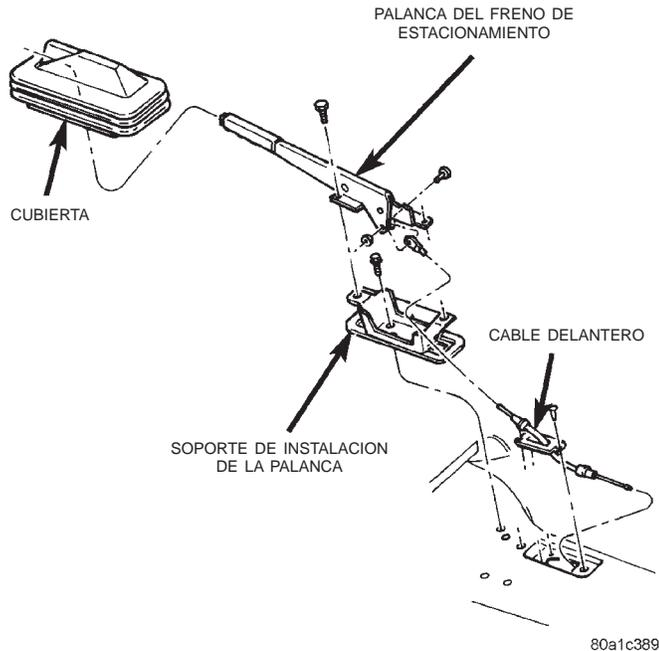

Fig. 38 Palanca del freno de estacionamiento
(7) Retire los tornillos que fijan la palanca del freno de estacionamiento al soporte (Fig. 38).
(8) Desacople el cable delantero de la palanca del freno de estacionamiento y retire el conjunto de la palanca del vehículo.